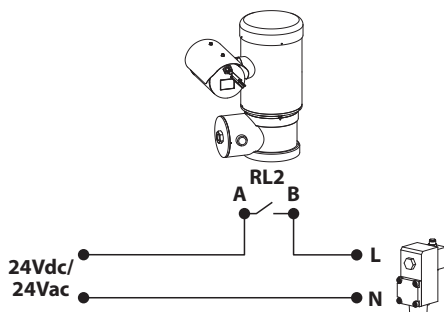

Fig. 14
- Faça as conexões como no esquema abaixo (Fig. 14, página 14).